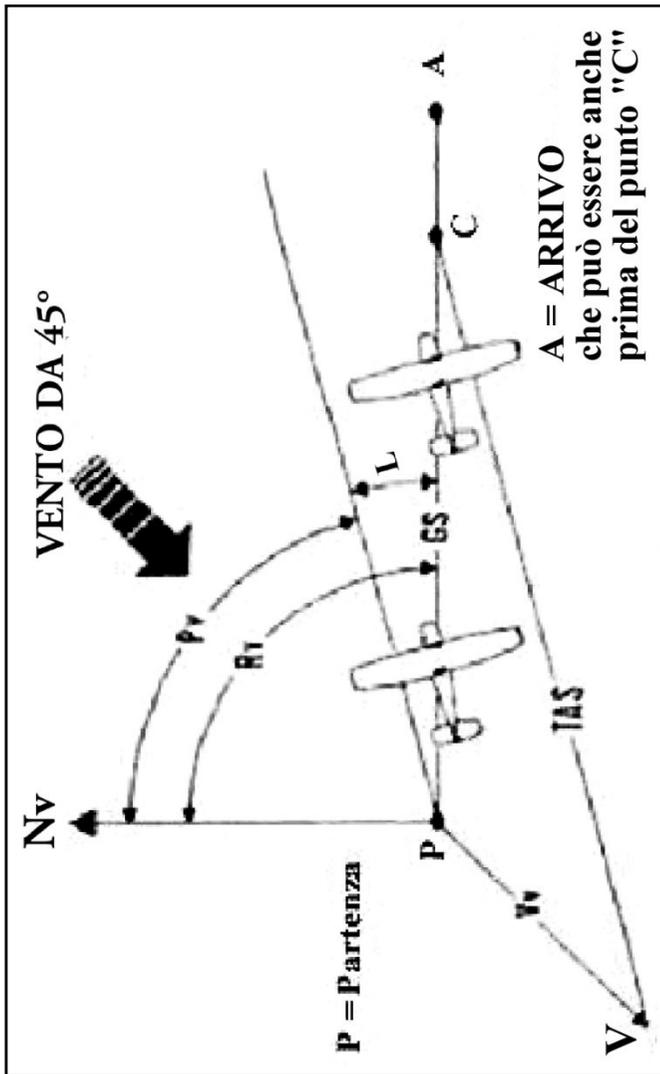

FIG. 39 – TRIANGOLO DEL VENTO
g) tracciare a partire da "**P**", una parallela al vettore **V-C**: si otterrà la **prua** per correggere la **deriva** (i segmenti di rotta e prua formano l'angolo di correzione della deriva "**L**"): leggere col goniometro tale angolo di prua. **FIG. 39**